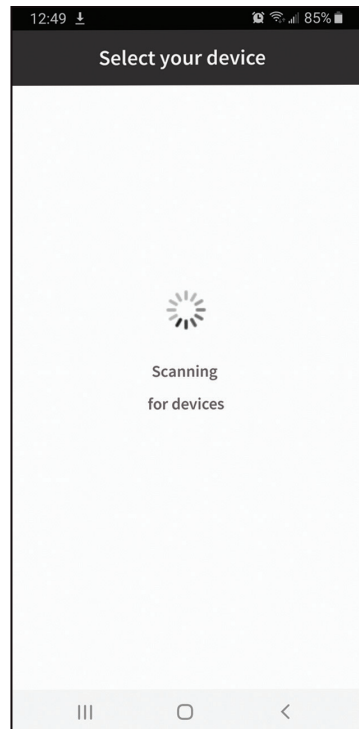

Fig. 5
- Rechercher des appareils et sélectionner l'appareil dans la liste (**Fig. 5 & 6**).